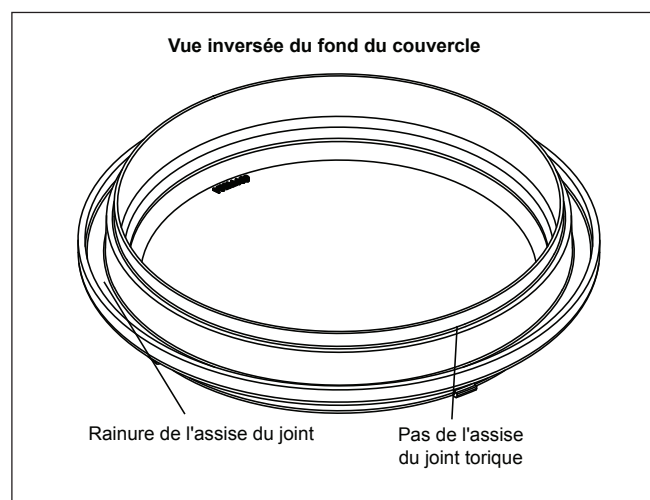

Figure 11. Positionnement du joint torique bleu pour l'essai de pression
2. Placer le joint torique bleu sur la marche à 6 mm ($\frac{1}{4}$ po) du fond du couvercle. Voir figure 11.
Remarque Le joint torique bleu se trouve à environ 6 mm ($\frac{1}{4}$ po) de distance du joint. Voir figure 11.